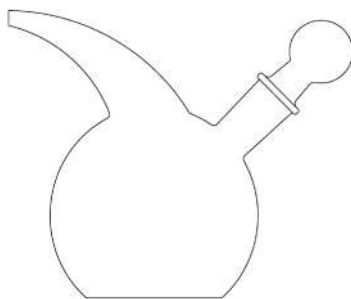

Рис. 102. Капельница
2. **Капельница Шустера** (рис. 102) представляет из себя небольшой стеклянный сосуд округлой формы, с отклоненным немного в сторону горлышком, которое обычно затыкают пробкой, и длинным «клювиком». С помощью данной капельницы удобно отмеривать объем невязкой жидкости до 50 мл. Выполнена из прозрачного стекла, поэтому изделие можно использовать для стойких к воздействию света реактивов.